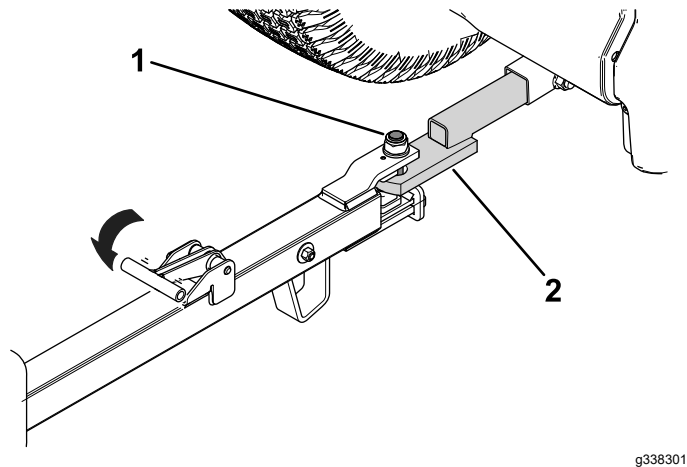

Bild 27
2. Richten Sie den Anhängerkupplungsstift an der Anhängerkupplung des Zugfahrzeugs aus (Bild 27).
3. Lassen Sie den Griff der Anhängerkupplung los (Bild 27), um den Anhänger an der Anhängerkupplung des Zugfahrzeugs einzurasten.